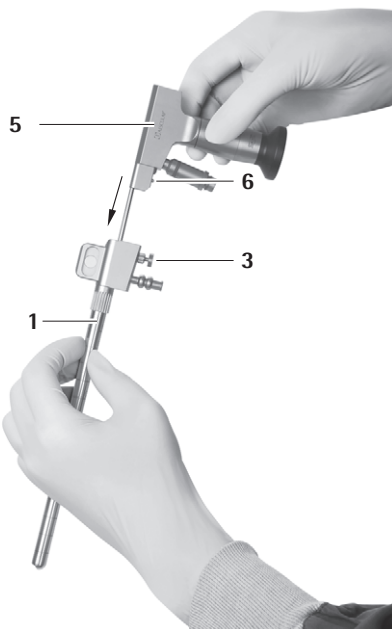
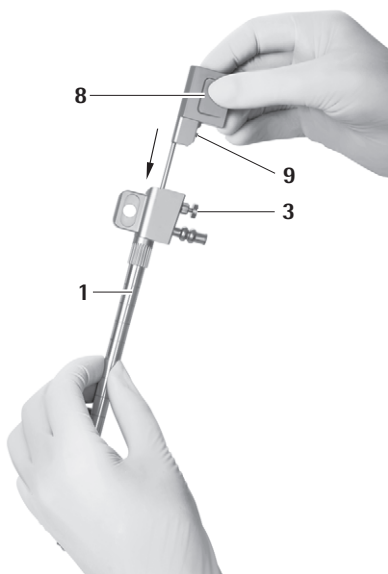

Fig. 14
Fig. 15
- ▶ Säkerställ därvid att låsbulten 6 till endoskopet 5 resp. låsbulten 9 till obturatorn för optikkanalen 8 finns på samma sida som uppläsningsknappen 3 till MINOP InVent-troakaren 1, se Fig. 14 och se Fig. 15.